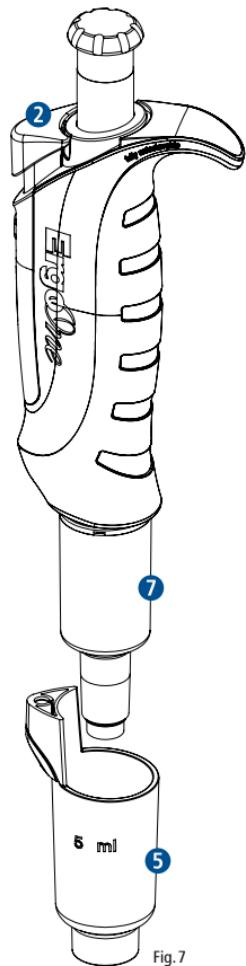

Fig. 7
- Premere completamente il pulsante di espulsione ② e sfilare verso il basso il manico di espulsione puntale ⑤ (Fig. 7).